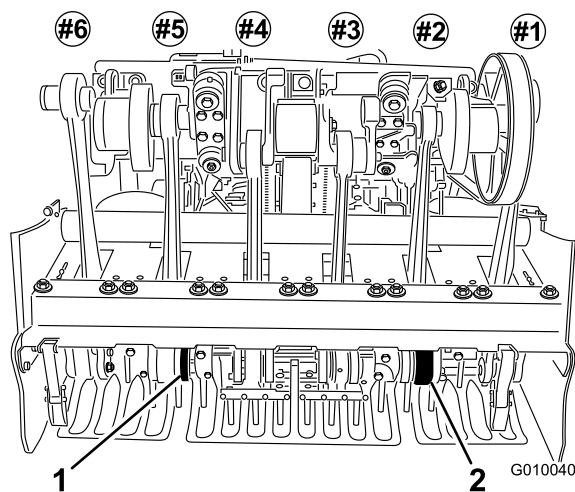

图 27
6. 将打孔针安装到 2 号和 5 号打孔针夹头图 27 拧紧螺栓。